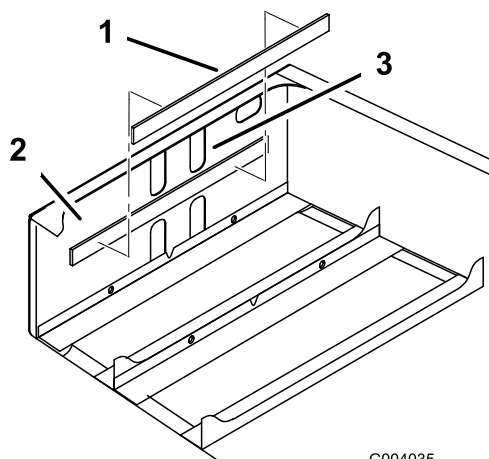

図 5
3. 図 5に示すように、バッテリー・パッドの裏
に取り付けてください (図 5)。